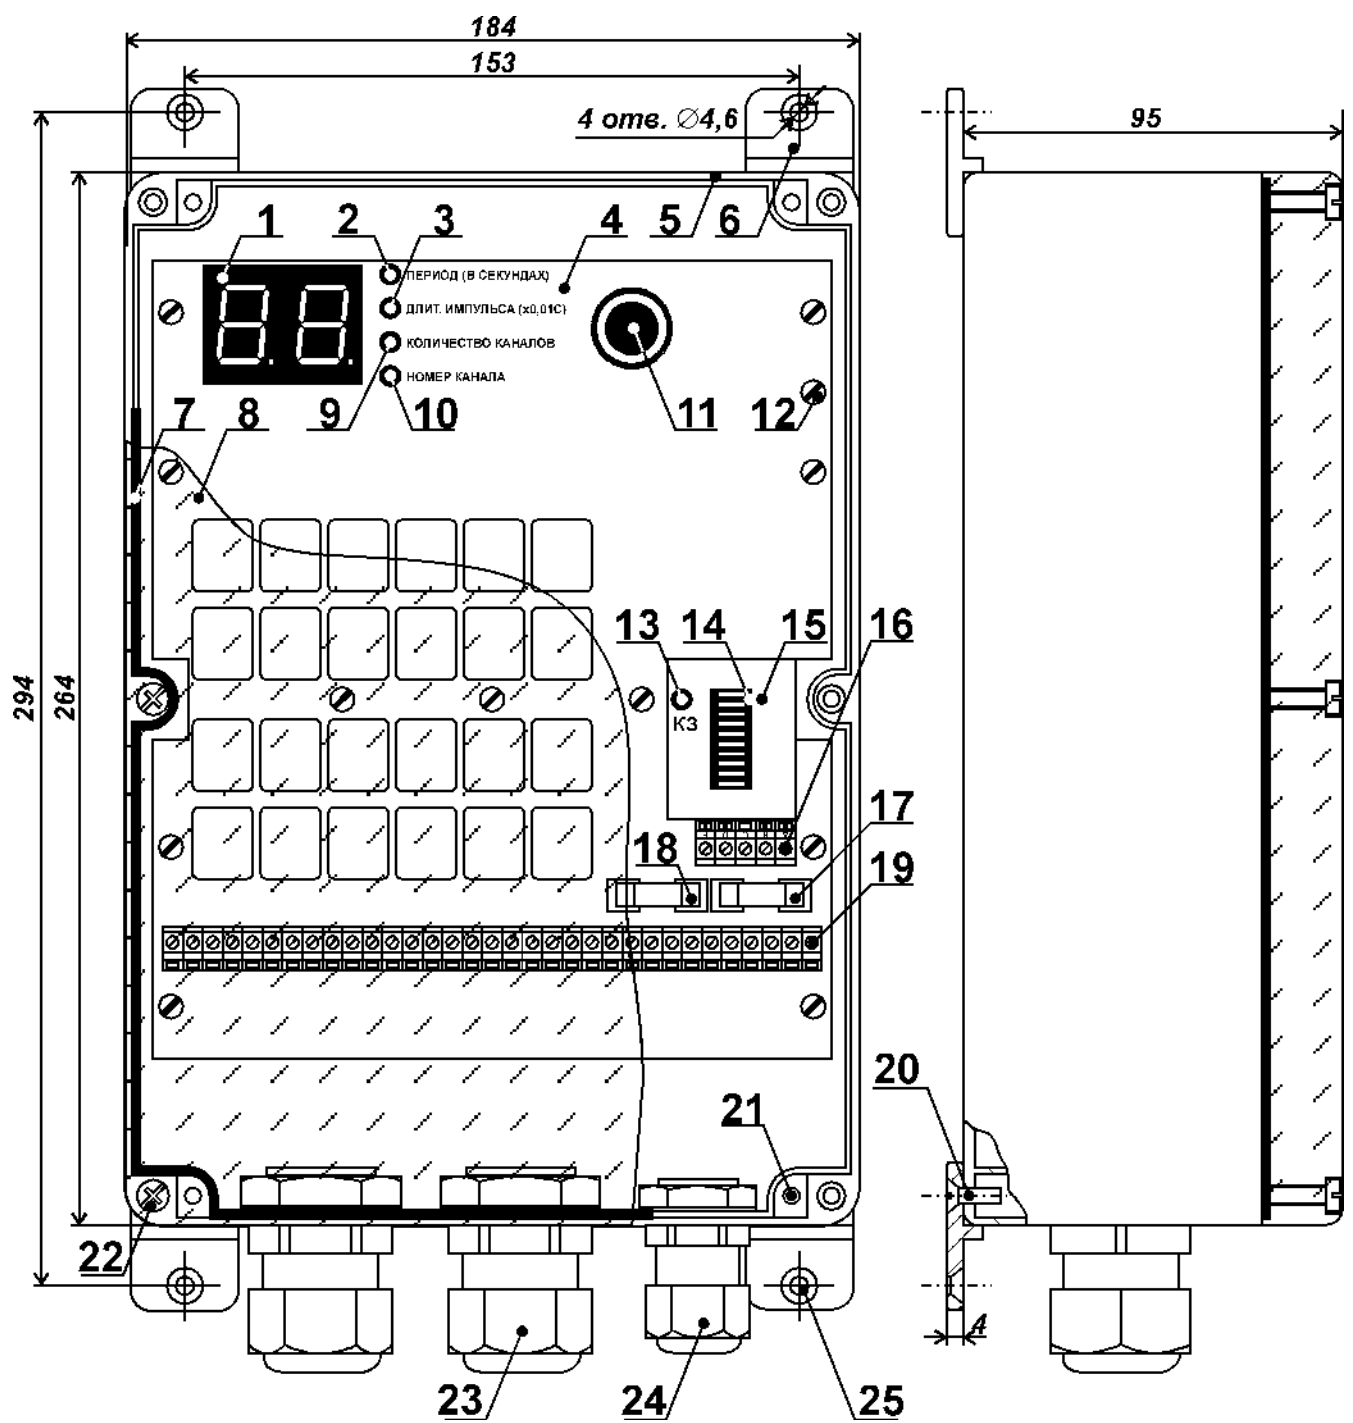

Рис. 1. Конструкция блока А-02-1.
Конструкция блока показана на рис. 1. Электрическая схема блока собрана на печатной плате [поз. 4], которая саморезами [поз. 12] закреплена в корпусе [поз. 5].
7.1. Перед монтажом блока необходимо установить на него кабельные сальники и крепёжные элементы, входящие в комплект поставки (см. рис. 1). Кабельные сальники вставляются в подготовленные отверстия на нижней стенке блока и изнутри закрепляются пластиковыми гайками, которые должны быть затянуты до упора. Затяжка гаек производится рукой, без применения специального инструмента.
Четыре крепёжные пластины [поз. 6 на рис. 1] устанавливаются снаружи и притягиваются к корпусу блока специальными винтами [поз. 20 на рис. 1]. Винты вворачиваются в отверстия [поз. 21 на рис. 1] на пластиковом дне корпуса с помощью отвёртки. Момент затяжки винтов должен обеспечивать надёжную фиксацию крепёжных пластин и не допускать их разрушения.
7.2. Блок устанавливается на стену (колонну) и должен быть надежно закреплён. Монтаж блока ведется с помощью винтов М4 или саморезов диаметром до 4,5 мм, вставляемых в четыре крепёжные отверстия [поз. 25 на рис. 1].
В процессе работы, когда индикаторы [поз. 2, 3, 9 и 10 на рис. 1] не горят, на цифровом табло [поз. 1 на рис. 1] отображается номер канала (выходной клеммы блока), в который будет выдан очередной импульс управления ЭПК.
8.2. Для того, чтобы изменить параметры управляющих сигналов, следует нажать на энкодер [поз. 11 на рис. 1]. При каждом нажатии последовательно включается один из светодиодов [поз. 2, 3, 9 и 10 на рис. 1], указывая на то, какой из параметров может быть изменён. Текущее значение параметра отображается на цифровом табло [поз. 1 на рис. 1]. Увеличение введённого значения осуществляется поворотом энкодера по часовой стрелке, а уменьшение - против.
8.3. При первом нажатии на энкодер загорается индикатор «ПЕРИОД» [поз. 2 на рис. 1] и на цифровом табло отображается текущий период повторения управляющих импульсов (в секундах). При вращении энкодера значение на табло меняется от 1 до 99 секунд с шагом в 1 секунду.
При следующем нажатии на энкодер загорается индикатор «ДЛИТ. ИМПУЛЬСА» [поз. 3 на рис. 1] и на цифровом табло отображается текущая продолжительность управляющих импульсов (в сотых долях секунды). При вращении энкодера значение на табло меняется от 3 до 50 с шагом 1, что соответствует длительности импульса от 0,03 до 0,5 секунд с шагом в 0,01 секунды.
При очередном нажатии на энкодер загорается индикатор «КОЛИЧЕСТВО КАНАЛОВ» [поз. 9 на рис. 1] и на цифровое табло выводится число управляемых ЭПК (от 1 до 24 с шагом 1). На тех клеммах блока, номера которых больше значения на цифровом табло, импульсы встряхивания рукавов фильтра-циклона формироваться не будут.
8.5. Если нажать на энкодер в момент, когда горит индикатор «КОЛИЧЕСТВО КАНАЛОВ», то блок переходит в режим, предназначенный для диагностики неисправностей в катушках ЭПК. При этом загорается индикатор «НОМЕР КАНАЛА» [поз. 10 на рис. 1] и управляющие импульсы выдаются только на одну выходную клемму. Её номер отображается на цифровом табло. Вращением энкодера можно выбрать любую из выходных клемм блока (от 1 до 24 с шагом 1) и сравнить между собой токи потребления каждого ЭПК. Это позволяет выявить наличие обрывов, межвитковых или коротких замыканий в их катушках. Для выхода из режима диагностики требуется нажать на энкодер, после чего управляющие импульсы вновь будут распределяться по заданному количеству каналов.
| Периодическое включение индикатора «КОРОТКОЕ ЗАМЫКАНИЕ» [поз. 13 на рис. 1] на МКЗ-09. | Короткое или межвитковое замыкание в одном или нескольких электропневмоклапанах.                             | Перейдя в режим «НОМЕР КАНАЛА» (см. п. 8 настоящего паспорта), определить номера неисправных электропневмоклапанов и заменить их. |
| При включении блока перегорает предохранитель FU1 [поз. 17 на рис. 1].                 | Короткое замыкание в первичной обмотке трансформатора электропитания блока (тип трансформатора – ТП121-К12). | Заменить трансформатор электропитания блока.                                                                                      |
| При включении блока перегорает предохранитель FU2 [поз. 18 на рис. 1].                 | Неисправность модуля коммутации, индикации и токовой защиты МКЗ-09.                                          | Заменить модуль МКЗ-09.                                                                                                           |